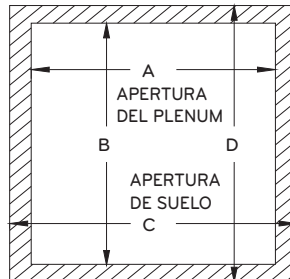

Fig. 6-2 Dimensiones de la abertura del suelo y del plenum
2. Construya un agujero en el piso según la Tabla 2 y la Fig. 6-2.
3. Construya el pleno según las dimensiones especificadas en la Tabla 6-1 y la Fig. 6-2.